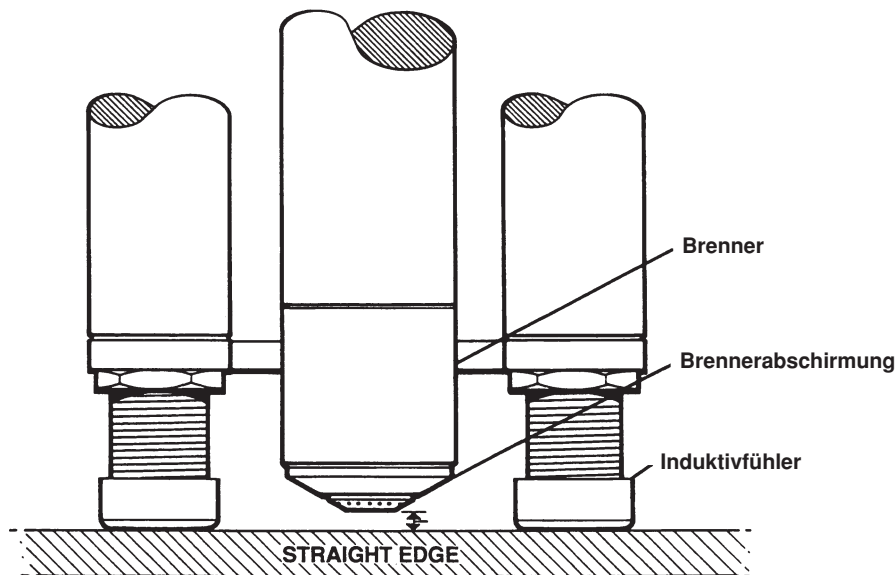

Abbildung 3-19 Brennerabstand-Ausrichtungsinstallation
3. Die Brennerposition in der Installationsklammer durch Lockern des Sicherungsbolzen lösen und den Brenner so positionieren, daß die Brennerabschirmung sich innerhalb von 1 bis 3 mm der ausgezogenen Fühlerplastikkappen befindet. Zur Überprüfung ein Lineal benutzen (siehe Abb. 3-19). Den Brenner durch das Festziehen des Sicherungsbolzen in der Installationsklammer sichern.